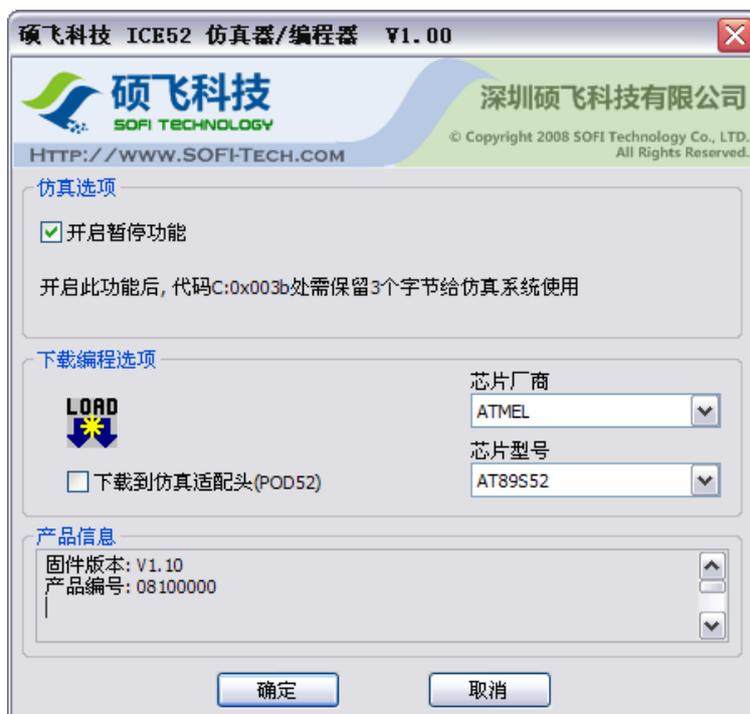

图 4.16 ICE52 设置
3) 接着点击 Debug 选项页中右上角 Settings 按钮，软件会弹出 ICE52 的仿真设置对话框，如图 4.16 所示。对于 ICE52 的仿真部分只有唯一选项，即是否开启“暂停功能”。当开启该功能之后，用户不可以使用代码区域中 0x003b 处的三个字节，这个三个字节需要被仿真器占用。你需要在程序中进行相应设置，具体方法见 4.3.3 章节 3) 暂停功能的介绍。光盘中所有示例程序已经对 0x003b 处做了保留，因此我们可以勾选该功能。